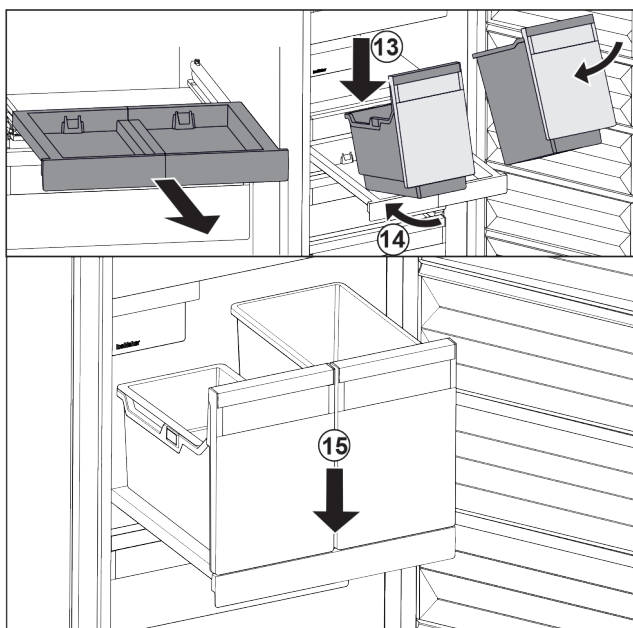

Fig. 95
- Behälter schräg auf das Auszugsbord aufsetzen. Fig. 95 (13)
- Behälter schräg nach hinten einschieben. Fig. 95 (14)
- Behälter vorne absetzen. Fig. 95 (15)